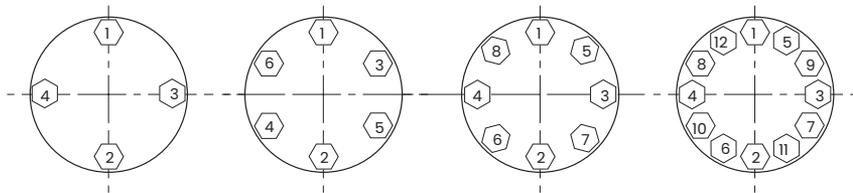

Figura 11 – Par de torsión de atornillado y secuencia de apriete
Se debe tener cuidado para asegurarse de que la jaula, el asiento y el casquete estén correctamente alineados en el cuerpo. La jaula debe instalarse con piezas en el extremo inferior, cerca del anillo del asiento. Apriete las tuercas (10) hasta que se obtenga contacto de metal a metal con el par de torsión de perno adecuada. Consulte la Figura 11 para conocer el par de torsión del perno y las especificaciones de la secuencia de apriete.
- G. Empaquetado de inserción (6) [y anillo de cierre (7) en la válvula equipada con un lubricador opcional o conexión de detección de fugas]. Consulte la Sección 7.6 para obtener el procedimiento de ensamblaje de empaque adecuado para diseños estándar u opcionales.
- H. Instale el seguidor de empaque (5) y la brida de empaque (4).
- I. Instale las tuercas del perno de la brida de empaque (3).